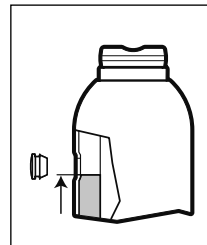
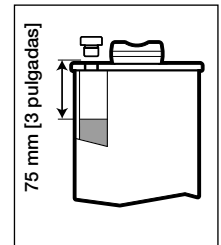

Fig. 6 - Nivel de aceite, excepto GBJ-100
Fig. 7 - Nivel de aceite, sólo GBJ-100
- Todos los modelos excepto GBJ-100: Llene el depósito hasta que el nivel de aceite llegue al borde inferior del orificio de llenado de aceite. Véase la Fig. 6.
- Sólo modelo GBJ-100: Llene el depósito hasta que el nivel de aceite llegue a 75 mm [3 pulgadas] por debajo del orificio de llenado. Véase la Fig. 7.
PRECAUCIÓN: DNO LLENE EN EXCESO. Con el émbolo de empuje totalmente replegado y el gato en posición vertical, el nivel de aceite no debería ser mayor al mostrado en la Fig. 6 o Fig. 7 (según el modelo de gato).